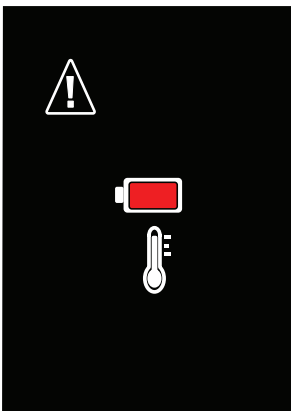

Fig. 22: Advertencia de temperatura de la batería
- ! Desconecte inmediatamente el cable de carga si aparece la pantalla de advertencia de temperatura de la batería (consulte la Fig. 22).
- ! Si no se desconecta el cable de carga para detener la carga cuando aparece la advertencia de temperatura de la batería (consulte la Fig. 22), pueden producirse un incendio, una explosión y daños o lesiones graves.
- ! Si aparece la advertencia de temperatura de la batería (consulte la Fig. 22), el IR LD 1.0. debe permanecer desconectado hasta que la unidad y el cargador vuelvan a la temperatura ambiente. Deje transcurrir un mínimo de tres (3) horas antes de intentar volver a conectar el cargador.
- Desconecte de inmediato el cable de carga si aparece la pantalla de advertencia de temperatura de la batería (consulte la Fig. 22)
- Deje transcurrir un mínimo de tres (3) horas antes de intentar volver a conectar el cargador.